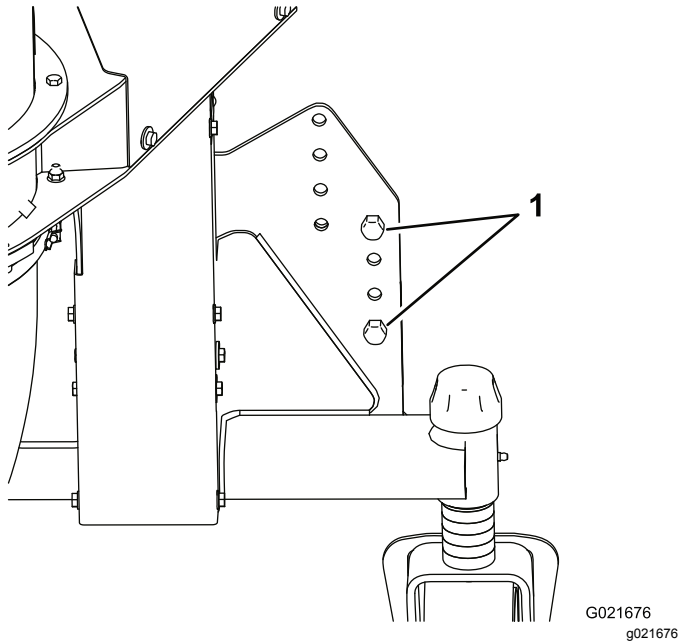

Figura 7
9. Fate scorrere via la cassa dal soffiatore e abbassate il soffiatore fino a quando le ruote orientabili non toccano terra, mantenendo tesa la cinghia (Figura 7).